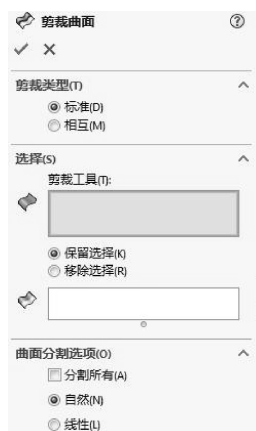

图 4-78 属性面板
- 01 单击【剪裁曲面】按钮，打开如图 4-78 所示的【剪裁曲面】属性面板。